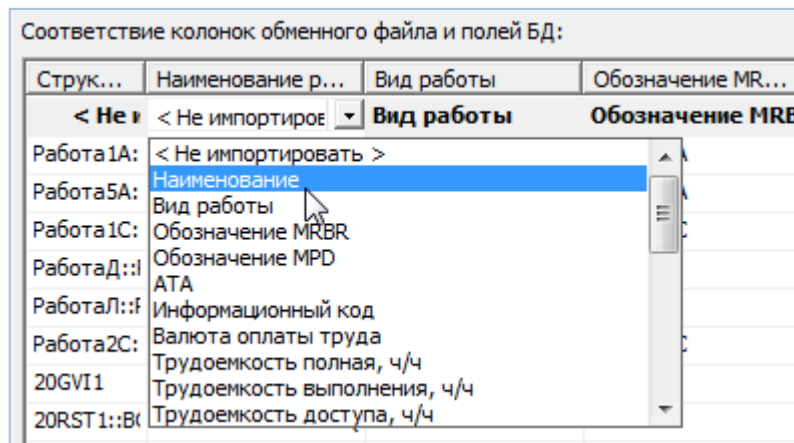

Рис. 12-85 – Установление вручную соответствия колонок в файле и полей БД
– В случае если соответствие между колонками в обменном файле и полями БД не удалось установить автоматически, задайте его вручную. Для этого раскрыть список полей БД, нажав кнопку в правой части ячейки в строке «Поле БД», и выбрать нужное значение (рис. 12-85).